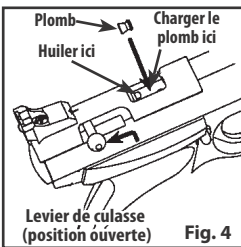

Fig. 4
- Armez le verrou de culasse en soulevant le levier d'armement et en tirant le verrou de culasse complètement vers l'arrière (Fig. 4).
- Armez le verrou de culasse en soulevant le levier d'armement et en tirant le verrou de culasse complètement vers l'arrière jusqu'à ce que vous entendiez deux déclics (Fig. 4)